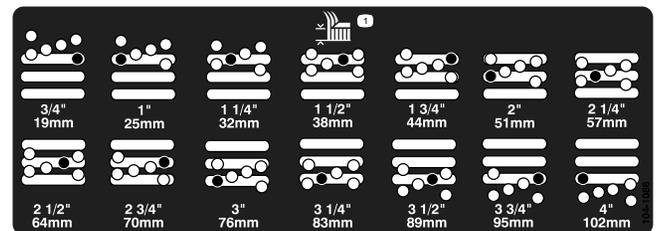

Figura 17
4. Enquanto estiver a suportar a câmara, retire a cunha (Figura 17)
5. Mova a câmara para a altura de corte desejada e instale a cunha no orifício e ranhura da altura de corte designada (Figura 17).